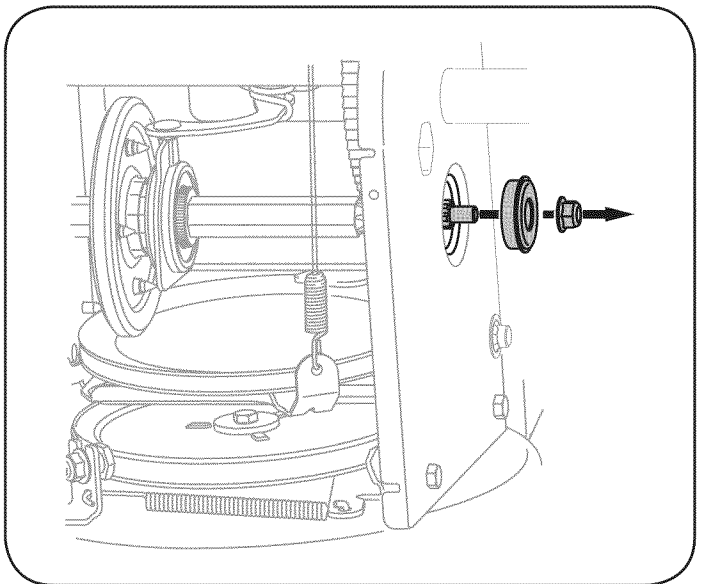

Figura 27
6. Retire con cuidado la tuerca hexagonal y la arandela que sujetan el eje hexagonal al marco de la máquina quitanieve, y golpee suavemente el extremo del eje para desplazar el cojinete de bolas del lado derecho del marco. Vea la Figura 27.